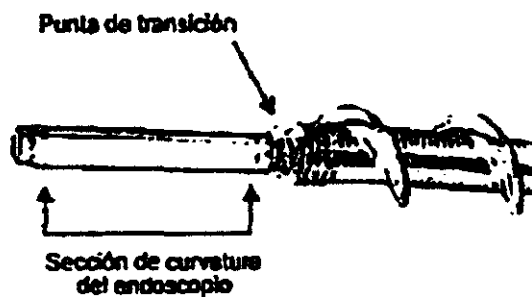

Figura 1
6. Coloque el endoscopio de modo que la sección de curvatura quede fuera de la punta distal del dispositivo Endo-Ease Vista. Véase la Figura 1.